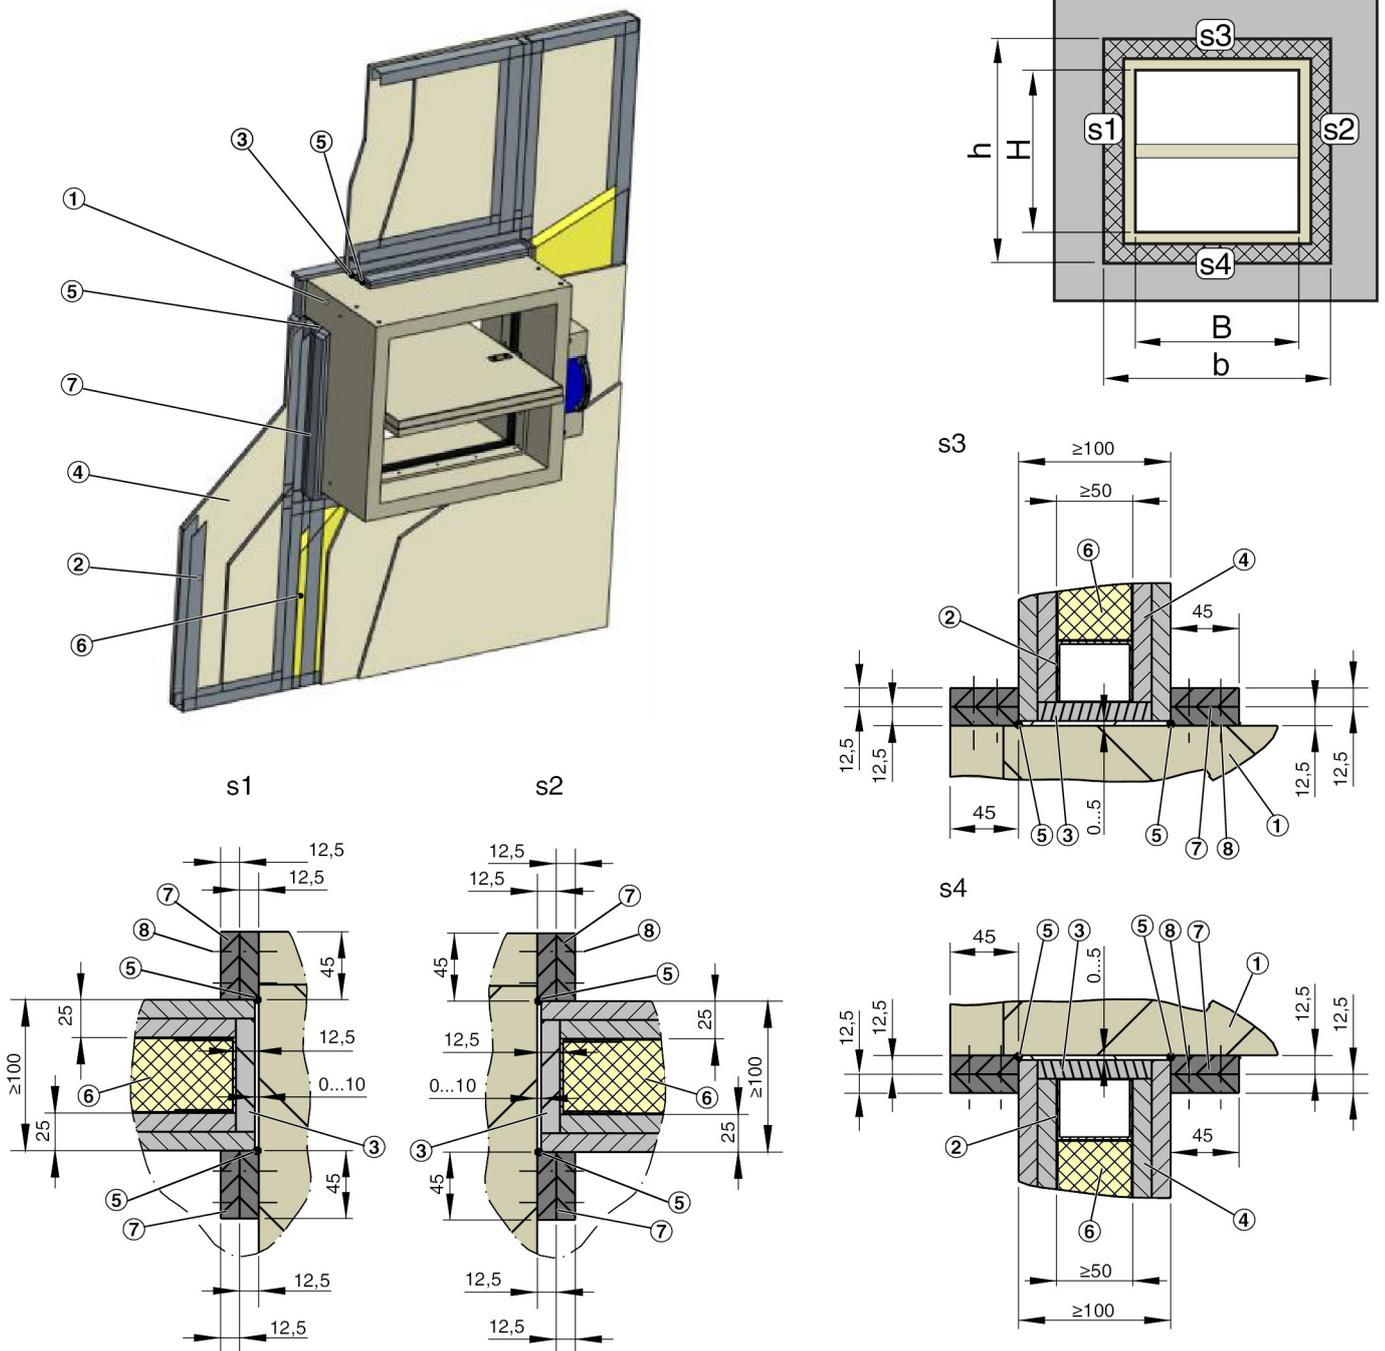

Abb. 16: Trockeneinbau in Leichtbauwand, Einbauvariante b, Klassifizierungsindex:  $v_{ew}$
1. ▶ Einbauöffnung fachgerecht herstellen, siehe Abb. 16 .